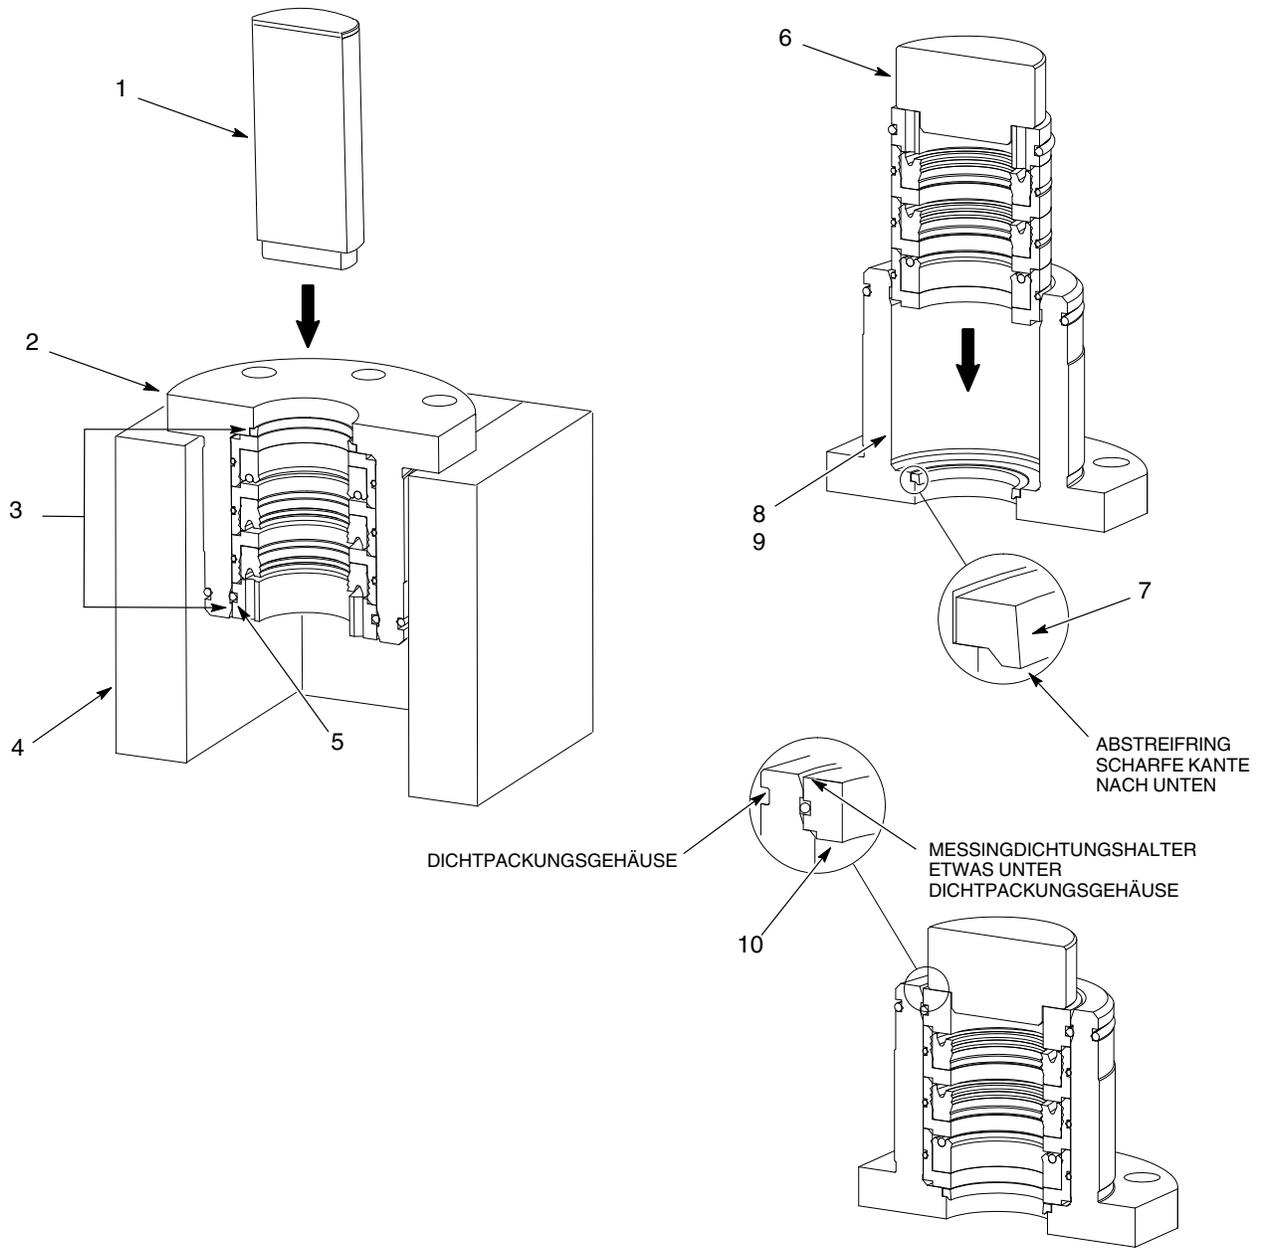

Abb. 14 Innere Teile der Dichtpackung ersetzen
1. Siehe Abb. 14. Das Dichtpackungsgehäuse (2) auf eine Vorrichtung (4) setzen.